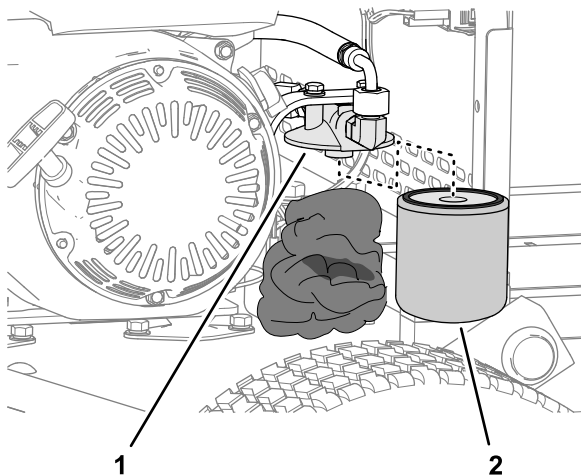

图 38
2. 将抹布塞在液压油过滤器下图 38。
3. 小心取下液压油过滤器图 38。
5. 用手将过滤器安装到滤头图 38 上直至垫片接触到滤头然后再将过滤器拧紧 3/4 圈。